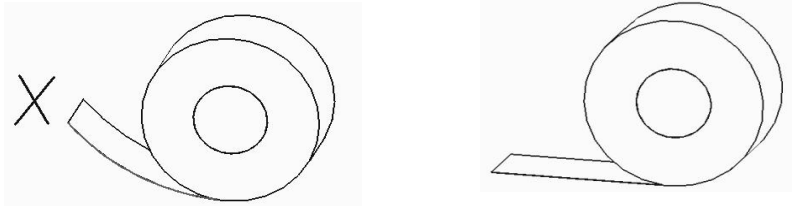

图 15
2. 如果贴纸的前端卷曲，请在装载前将其压平，如图 15 所示。